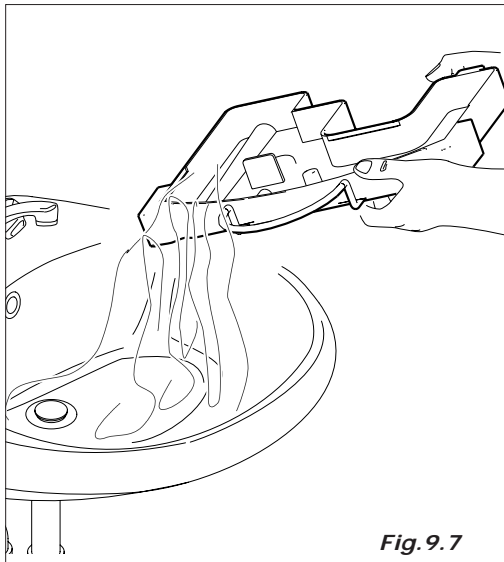

Fig. 9.7
- esvaziar os recipientes fundos líquidos, limpá-los e/ou substituí-los (Fig.9.7)